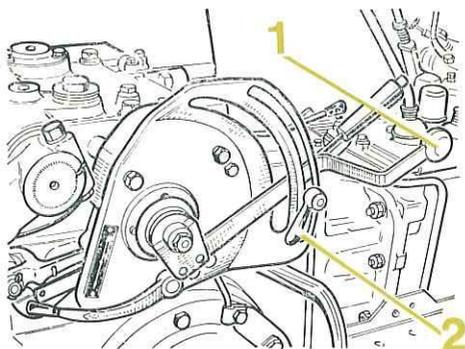

FIG. 47
— Fixation de la profondeur de travail par la butée (2) fig. 47. Ne pas oublier qu'il est toujours préférable pour, à l'attaque d'une nouvelle raie, retrouver rapidement la profondeur de travail que l'on s'est fixée, d'abaisser le levier de commande (1) fig. 47 jusqu'en bas du secteur, en le déplaçant latéralement au passage de la butée, pour le ramener ensuite sous cette dernière. On profite ainsi au maximum du poids de l'outil ce qui ne manquera pas de faciliter sa pénétration.